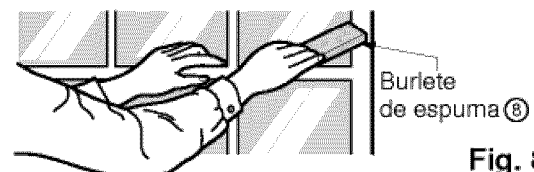

Fig. 8
- 11 Corte el burlete de espuma 8 en el largo adecuado e insértelo entre la hoja superior de la ventana y en la hoja inferior de la misma. (ver Fig. 8)